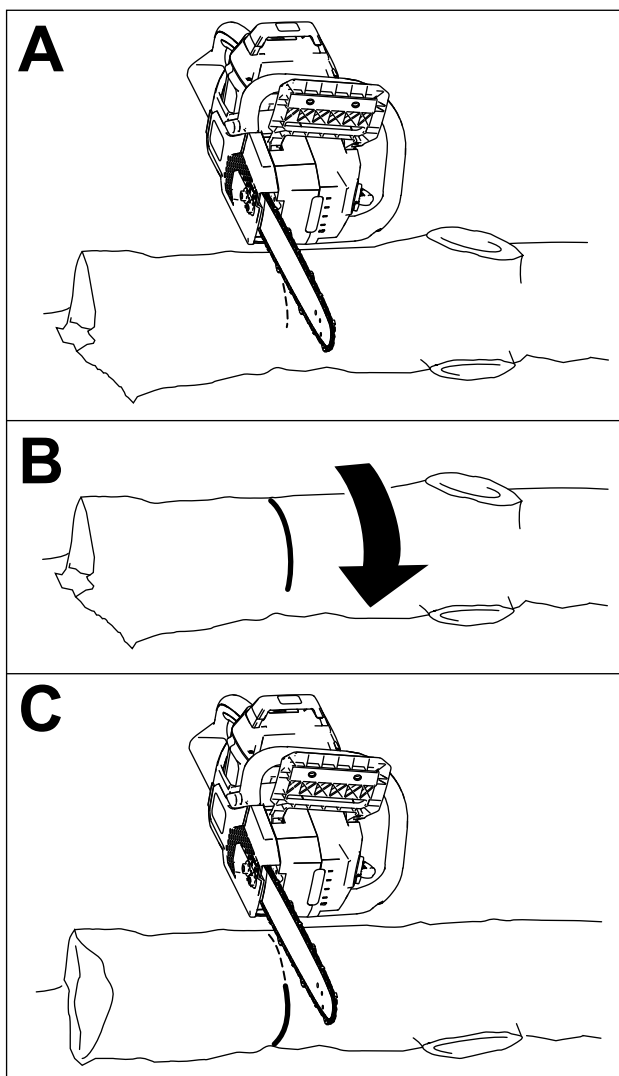

Figura 23
- Si el tronco está apoyado en toda la longitud un suelo llano y nivelado, corte un tercio del diámetro desde arriba, luego gire el tronco 180° y haga otro corte para coincidir con el primero (Figura 23).